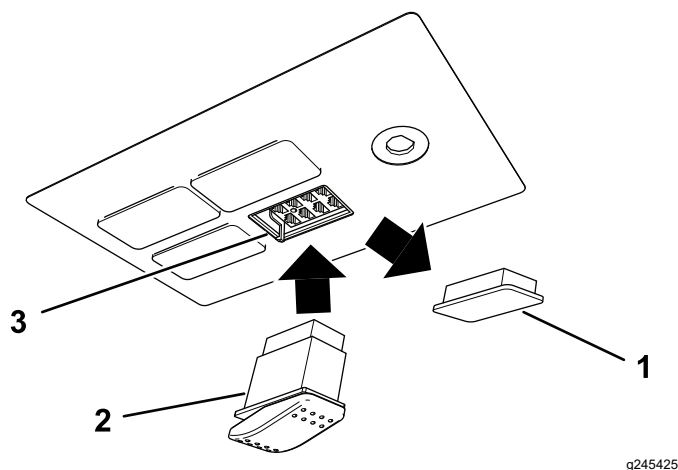

Рисунок 11
9. Снимите заглушку с передней левой части панели переключателей (**Рисунок 11**) и удалите ее в отходы.
10. Вставьте электрический разъем в переключатель и установите переключатель в панель переключателей (**Рисунок 11**).